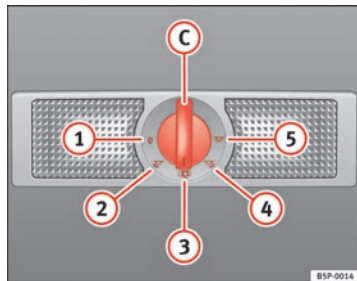

Fig. 79 Ciel de pavillon : plafonnier et lampe de lecture de la partie arrière de l'habitacle.
La commande ⇒ fig. 79 C vous permet de sélectionner les positions suivantes :
Lorsque la commande est en position ⇒ fig. 79 ①, le plafonnier et les lampes de lecture sont éteints.